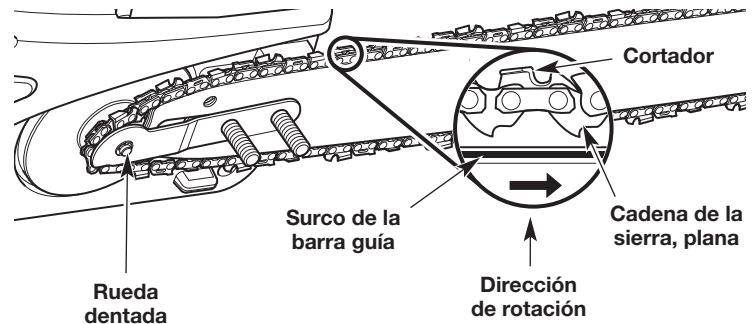

Fig. 29
5. Enganche la cadena de la sierra alrededor de la rueda dentada de impulsión e instale la cadena de la sierra en el surco de la barra guía (Fig. 29). Compruebe que las partes planas sobre la cadena de la sierra estén en los surcos de la rueda dentada de impulsión. Compruebe que los cortadores estén en la dirección correcta de rotación (Fig. 29).